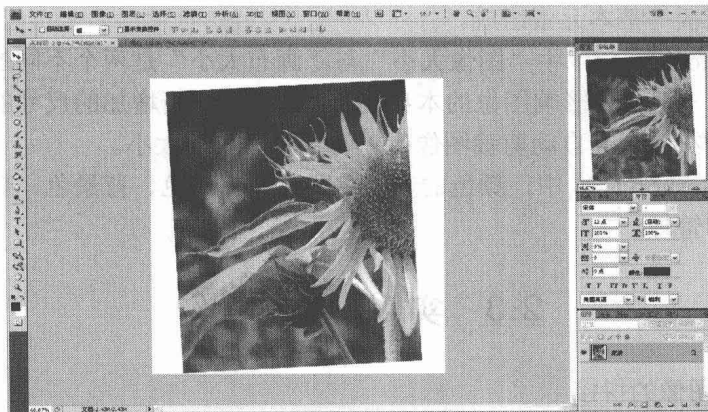

图 2-2 最大化图像窗口
(2) 最大化图像窗口。单击“1.jpg”图像窗口，执行“窗口”→“排列”→“将所有内容合并到选项卡中”命令，最大化“1.jpg”图像窗口以便操作，如图 2-2 所示。